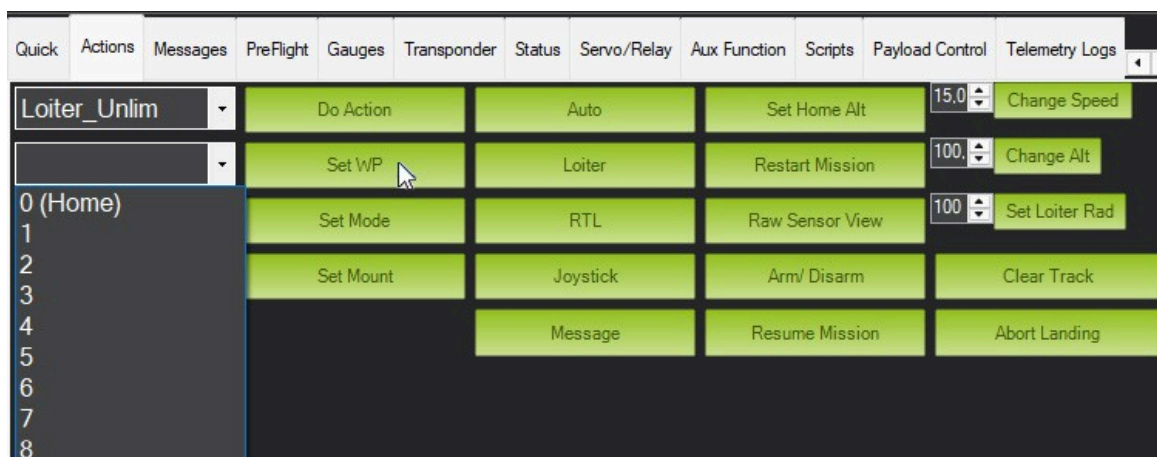

Рисунок 40. Задание следующей точки маршрута (WP) полёта БПЛА в МР
- Укажите текущую WP: для этого необходимо в поле слева от кнопки «Set WP» (рис. 40) выбрать ту WP, до которой необходимо продолжить полет, после чего нажать «Set WP».